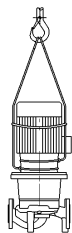

Fig. 5: Připevnění přepravních lan
- Na motoru můžete do příslušných závitových otvorů našroubovat přepravní oka. Ta smějí být použita pouze k vedení při uchopení břemene (Fig. 5).